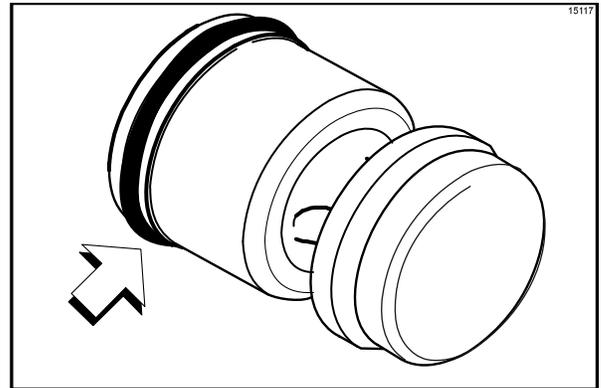

图 144
2. 装配活塞。将红色止漏圈安装在活塞上的环槽内，不要润滑止漏圈。（见图 144。）